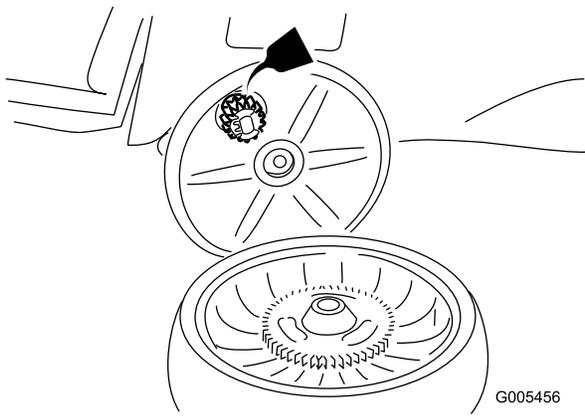

Figure 33
2. Appliquez une couche d'huile de graissage sur les engrenages comme illustré à la Figure 33.